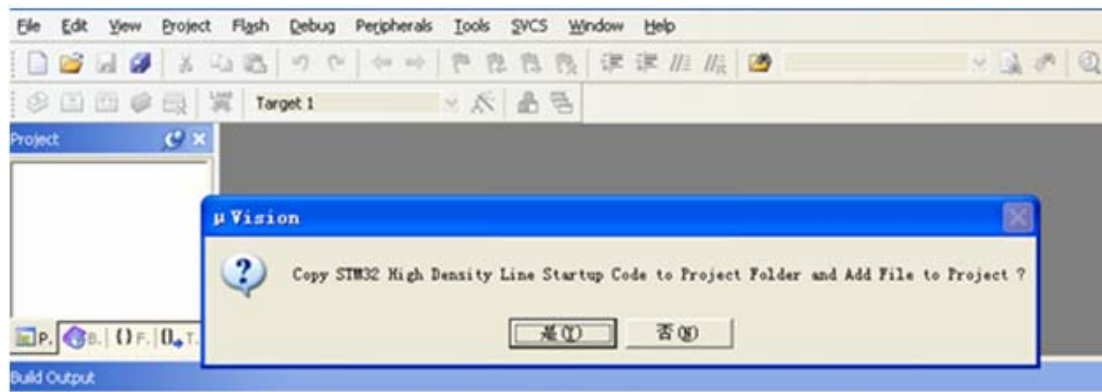

图 4-14 启动代码的选择
4. 接下来的窗口问我们是否需要拷贝STM32的启动代码到工程文件中，如图4-14，这份启动代码在M3系列中都是适用的，一般情况下我们都点击是，但我们这里用的是ST的库，库文件里面也自带了这一份启动代码，所以为了保持库的完整性，我们就不需要开发环境为我们自带的启动代码了，稍后我们自己手动添加，这里我们点击否。